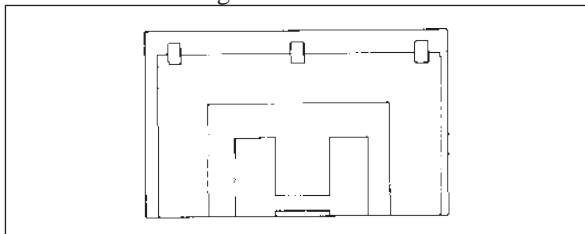

Fig. 13
1. Fissare la grafica con piccoli pezzi di nastro di mascheratura. Fig. 13